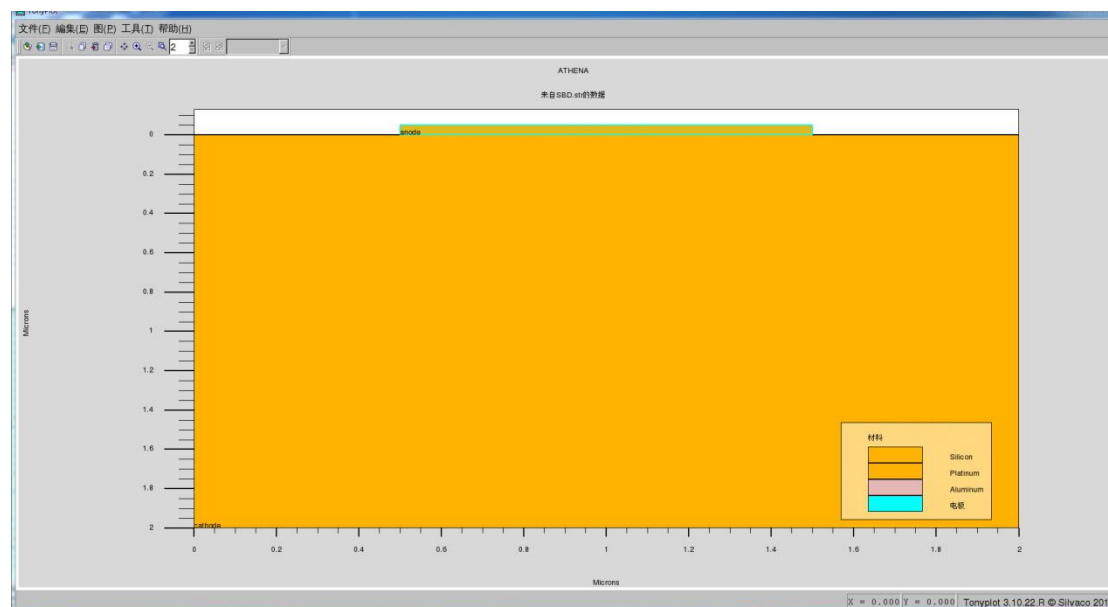

图 6
(1)在 Commands 菜单中选择 File I/O，单击 Save 按钮并建立一个新的文件名 SBD.str，单击 Write 按钮。(2)继续运行输入文件并将 SBD.str 结构文件绘制出来，如图 6。